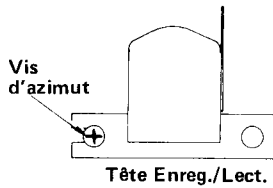

Fig. 1
- Mettre en place et passer la bande d'essai (LCT-3004-C ou équivalente). Régler la vis d'azimut (Fig. 1) pour augmenter le niveau de sortie des deux canaux à la reproduction au maximum et pour réduire au minimum la différence entre les niveaux de sortie des canaux droite et gauche.